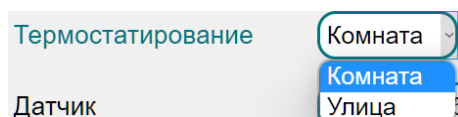

Рисунок 14
- параметр *Термостатирование* (рис. 14):